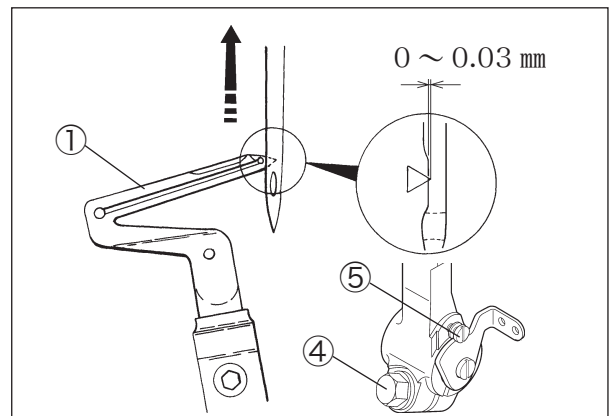

図 2-8
1. 針の高さを確認してから、針棒抱きの止ネジ②を締めてください。(P4「2.3.1 針の高さ」参照)
3. 下ルーパの前後位置を調節したとき、下ルーパの引け量を確認してから、図 2-8 の止ネジ④を締めてください。
4. 蓋ネジ③を取り付けるときは、液体ガスケットを塗布してください。